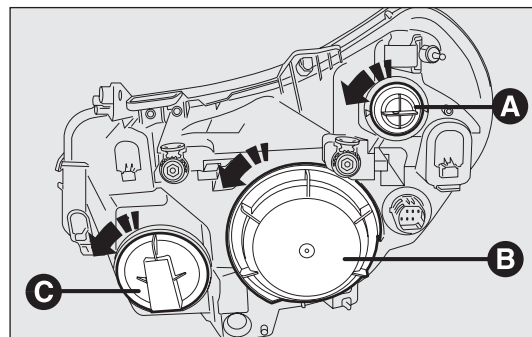

рис. 180
Для замены лампы фар дальнего света снимите крышку А – рис. 180.
Для замены лампы фар ближнего света/габаритных огней снимите крышку В – рис. 180.
Для замены лампы указателей поворота снимите ламповый патрон С – рис. 180.
- ☐ снимите защитную крышку В – рис. 180, повернув ее против часовой стрелки;
- ☐ установите защитную крышку В – рис. 180 вращением против часовой стрелки; проверьте, чтобы она была правильно зафиксирована в положении.
- ☐ снимите защитную крышку А – рис. 180, повернув ее против часовой стрелки;
- ☐ установите защитную крышку А – рис. 180 вращением по часовой стрелке; проверьте, чтобы она была правильно зафиксирована в положении.
- ❑ снимите защитную крышку В – рис. 180, повернув ее против часовой стрелки;